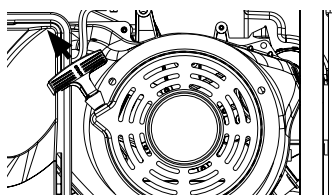

Figure 12 - Tirez sur le recul
6. Saisissez fermement et tirez lentement sur la poignée de rappel jusqu'à ce que vous ressentiez une résistance accrue. À ce stade, appliquez une traction rapide tout en tirant vers le haut et légèrement à l'écart du générateur (voir la figure 12).